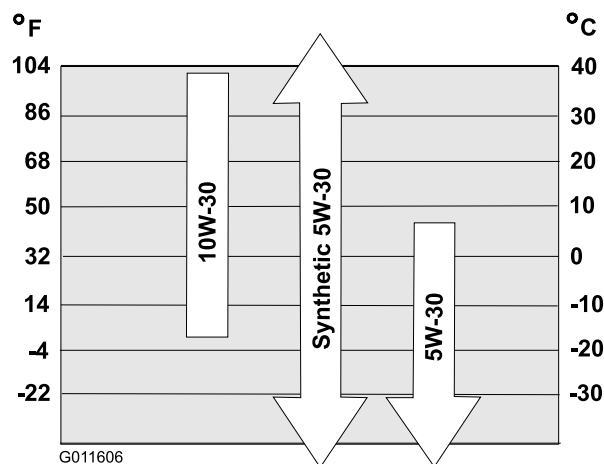

Figure 28
Reportez-vous à la Figure 28 pour sélectionner la viscosité d'huile la mieux adaptée pour la plage de température extérieure anticipée :
**Remarque:** Versez de l'huile dans le carter moteur jusqu'à ce que la jauge indique le niveau correct, comme illustré à la Figure 28. Si vous remplissez excessivement le carter moteur, vidangez l'excédent d'huile par l'orifice de vidange dans un bac pour vidange d'huile.